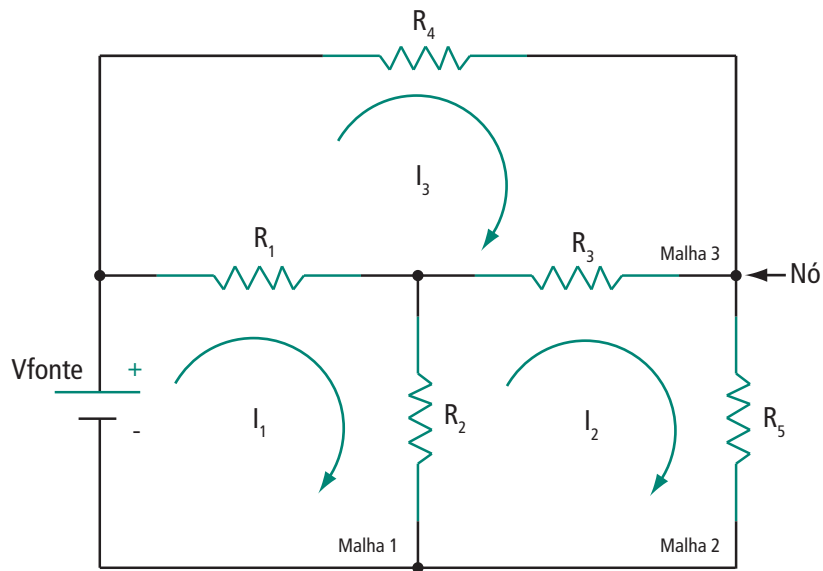

Figura 7.1: Circuito com três malhas
- **Ramo:** é a representação de um único componente conectado entre dois nós, tal como um resistor ou uma fonte de tensão. Este termo também é usado para um grupo de componentes sujeitos à mesma corrente. Na Figura 7.1, o resistor R1 está compreendido entre dois pontos, ou seja, ele constitui um ramo do circuito.
- **Nó:** é o ponto de junção de dois ou mais componentes de um circuito (ramos). Quando um fio ideal conecta dois nós, os dois nós constituem um único nó (curto-circuito). A Figura 7.1 destaca dois nós do circuito.
- **Malha:** é um caminho fechado que não contém outro caminho fechado dentro dele. A Figura 7.1 representa um circuito com três malhas. O número de malhas e nós de um circuito depende da topologia dele. Existe, no entanto, uma relação entre o número de malhas, ramos e nós do circuito, dada pela seguinte equação:
Usando a relação do número de malhas na Figura 7.1, temos: